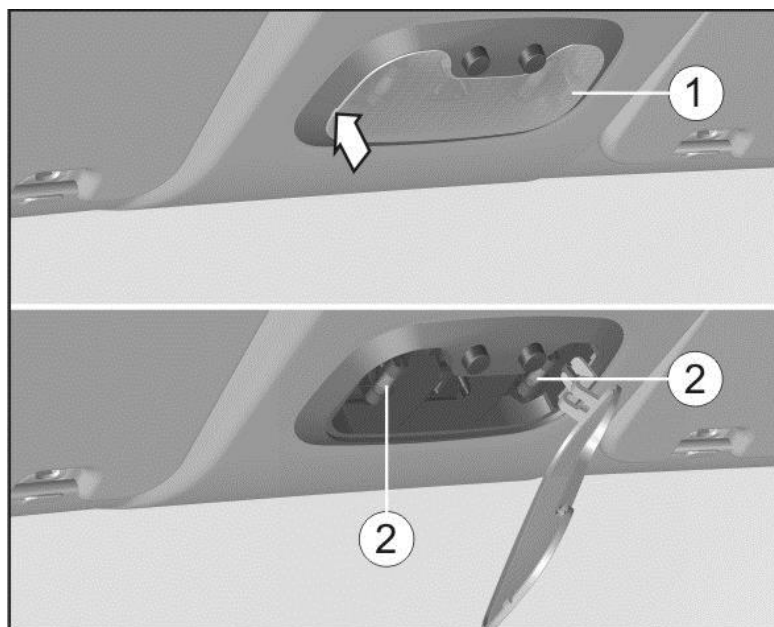

Рис. 7.7. Замена плафона внутреннего освещения кабины: 1 – рассеиватель; 2 - светодиоды
- вставить отвертку в паз в центре левого торца рассеивателя 1 (рис. 7.7), поддеть рассеиватель, повернуть отвертку и снять рассеиватель;